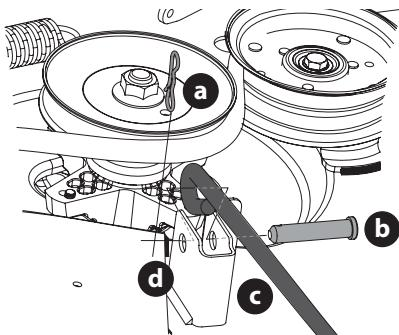

Figure 41
- Retirez la troisième gouille fendue (a) de l'axe de chape (b) qui fixe la tige de commande (c) au support du système de relevage avant (d). Retirez l'axe de chape (b) (Figure 41).